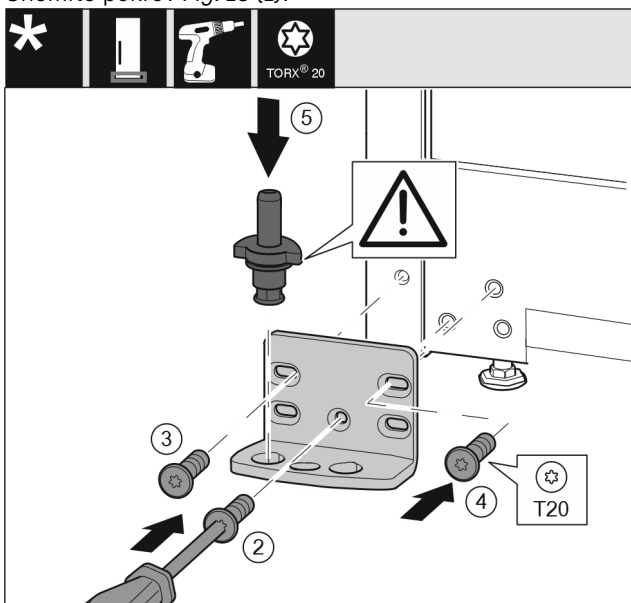

Fig. 19
- ▶ Ležajni podstavek namestite na drugo stran in ga po pomočjo izvijača. Pričnite z vijakom Fig. 19 (2) spodaj na sredini.
- ▶ Privijte vijak Fig. 19 (3) in vijak Fig. 19 (4).
- ▶ Vstavite ležajni sornik Fig. 19 (5) do konca. Pri tem pazite na to, da je zaskočni zapah obrnjen nazaj.